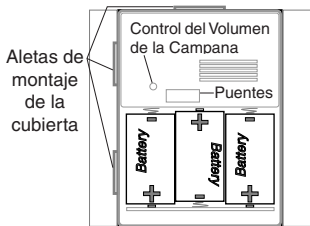

Figura 2
- 2. Coloque las 3 pilas alcalinas “D”.** Asegúrese de que estén correctamente colocadas (vea la Figura 2).
5. Cambie las baterías (pilas) (vea la Figura 2). Coloque la tapa de la campana sobre la base.